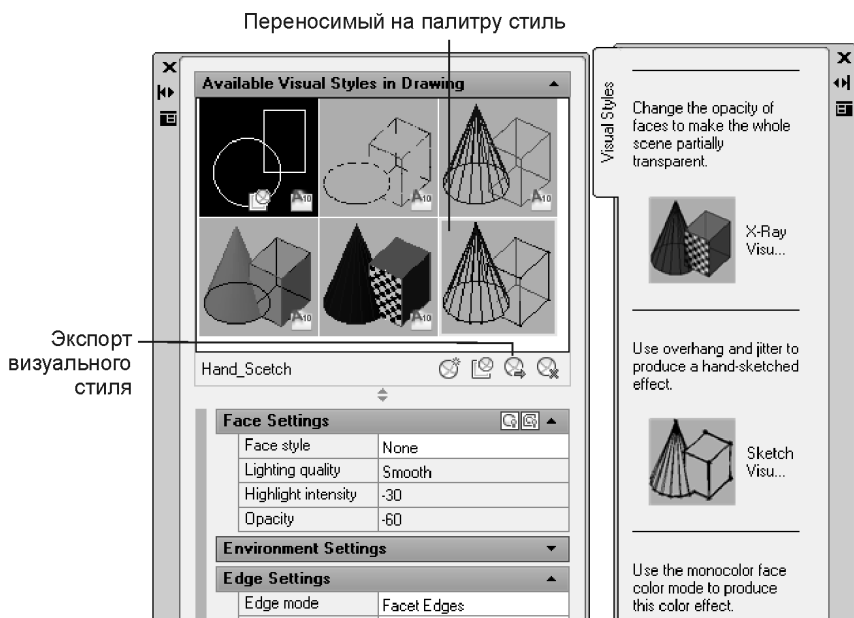

Рис. 12.14. Палитры, подготовленные для переноса стилей отображения
2. Откройте диспетчер стилей отображения **Visual Styles Manager** (Диспетчер визуальных стилей) и палитру инструментов **Tool Palettes** (Палитры инструментов) на вкладке **Visual Styles** (Визуальные стили) так, чтобы они одновременно находились на экране в активном состоянии (рис. 12.14).
4. Щелкните кнопку  **Export the Selected Visual Style to the Tool Palette** (Экспортировать выбранный визуальный стиль в инструментальную палитру) под изображением стиля (рис. 12.14).